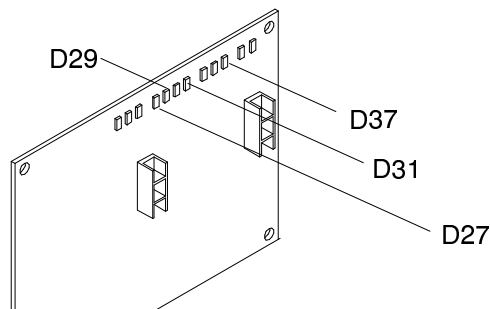

Fig. 24
c) No caso de o led D37 não acender, mas acender regularmente o led D27 (correspondente ao micro da manilha direita) e o led correspondente ao botão da manilha da esquerda que está carregado (D29 ou D30 ou D31) controlar e eventualmente substituir o fusível 1A (cód. 02008862, táb.8) e em caso extremo a placa electrónica (cód. 02E03947, táb. 8). Se não acontece a acensão regular dos D29, D30, D31 e D27, verificar a cablagem dos micro-interruptores dos botões à placa e dos mesmos micro-interruptores (cód. 02E03927, táb. 2). No caso de led D37 não se acender e nem os led D29, D30, D31 e D27, substituir o relé de segurança (cód. 02E04017, táb. 8) (Fig. 24).
c) No caso de o led D37 não acender, mas acender regularmente os D31 e D27, controlar e eventualmente substituir o fusível 1A (cód. 02008816, táb. 8) e em caso extremo a placa electrónica (cód. 02E03947, táb. 8). Se não acontece a acensão regular dos D31 e D27, verificar a cablagem dos micro-interruptores dos botões à placa e dos mesmos micro-interruptores (cód. 02E03927, táb. 2). No caso de o led D37 não se acender e nem os led D31 e D27, substituir o relé de segurança (cód. 02E04017, táb. 8) (Fig. 24).